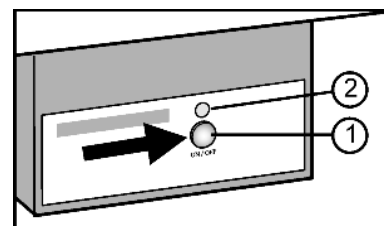

Fig. 34
- ▶ Appuyer sur la touche On/Off Fig. 34 (1) afin que la DEL Fig. 34 (2) luise.